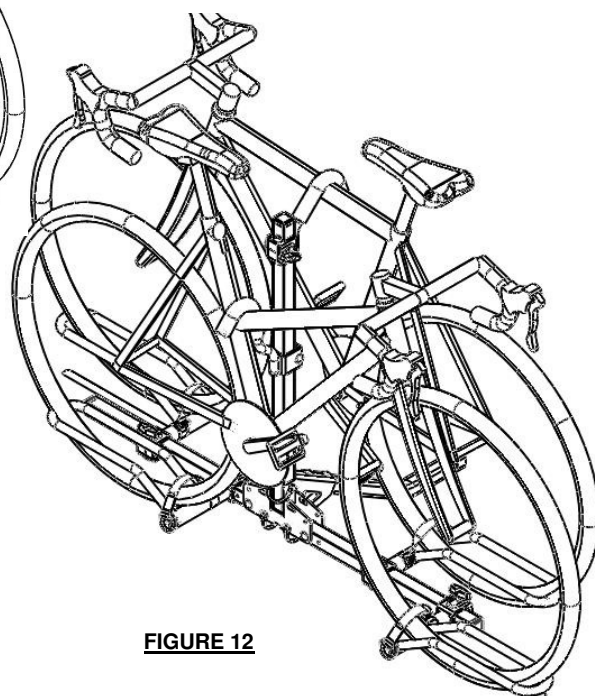

FIGURE 12
6. Charger le deuxième vélo selon instructions des étapes 2 à 5. Inverser l'orientation du deuxième vélo pour prévenir l'enchevêtrement des guidons. (Fig. 12)